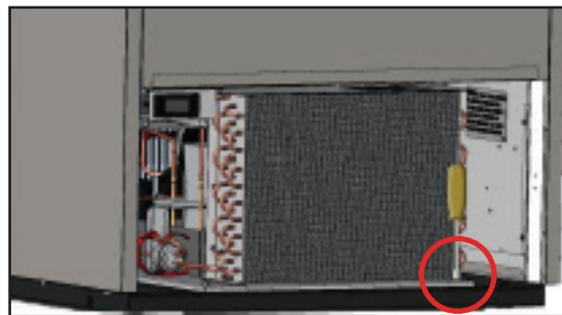

Fig. 5. Dépose des vis de fixation du socle du condenseur.
6. Remove the condenser base bolts. Voir Fig. 5.